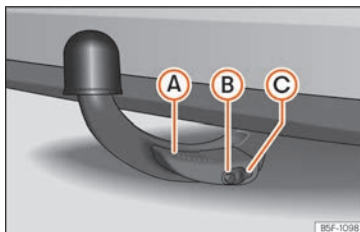

Abb. 258 Ordnungsgemäß befestigter abnehmbarer Kugelkopf
- Der Hebel (A) »» Abb. 258 ist vollständig angehoben.
- Der Entriegelungsbolzen (B) »» Abb. 258 steht komplett heraus (sein rot-grüner Teil ist sichtbar).
- Die Abdeckung (C) »» Abb. 258 sitzt auf dem Schloss.